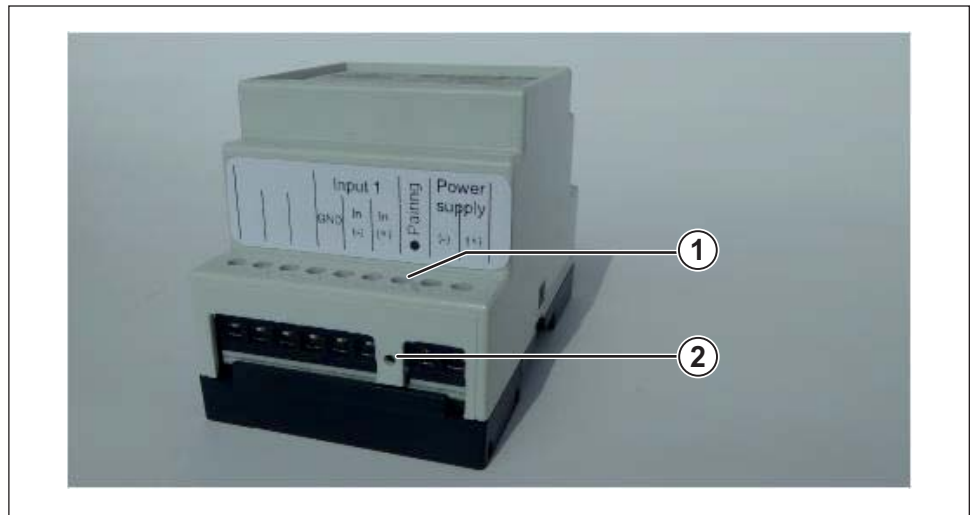

Abbildung 3: WTX 202 - Pairing
Die Pairing-Taste (2) befindet sich unterhalb der LED (1) auf der Klemmenseite (siehe Abb. 3) und wird mit einem dünnen Stift durch die kleine mit „Pairing“ markierte Bohrung im Gehäuse betätigt.